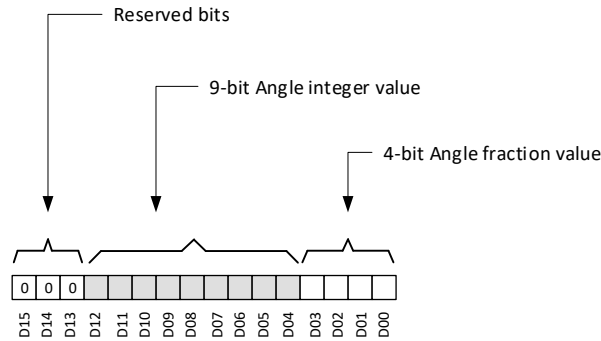

图 7-8. 角度数据定义
TMAG5170 根据 ANGLE_EN 寄存器位设置计算角度。图 7-8 显示了 ANGLE_RESULT 寄存器将角度信息存储在 13 个 LSB 位中。位 D04 至 D12 存储 0 至 360 度的角度整数值。D00 至 D03 位存储角度分数值，分辨率为 1/16 度。3 个 MSB 位始终填充为 b000。TMAG5170 CORDIC 提供 1/4 度的角分辨率。如果需要更高的角分辨率，可以使用外部 CORDIC。根据方程式 7 来计算角度。
- D_i 是图 7-8 中所示的数据位。